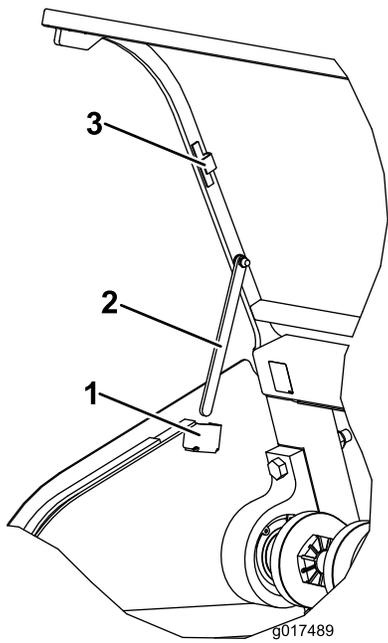

图34
3. 在机罩的每一侧，从磁性存放支架向下旋转支撑杆，并将其插入支撑杆固定槽（图34）。